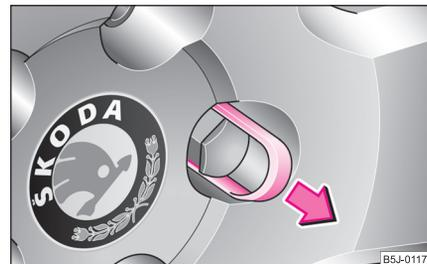

Abb. 161 Radwechsel: Abdeckkappe von der Radschraube abziehen
- Ziehen Sie die Kappe mit der **Kunststoffklammer** ab ⇒ Abb. 161.